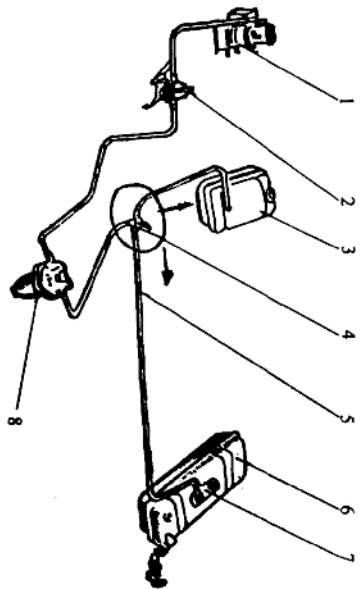

图 1-1 装有双油箱汽车的供油泵
1. (图 1-1) 油箱内无油，油箱开关没有打开，配有双油箱的汽车开关 4 方向搞错。油箱盖空气阀、蒸气阀堵塞，大气空气不能进入、汽油蒸气泄不出去，从而影响供油或中断供油（图 1-2）。